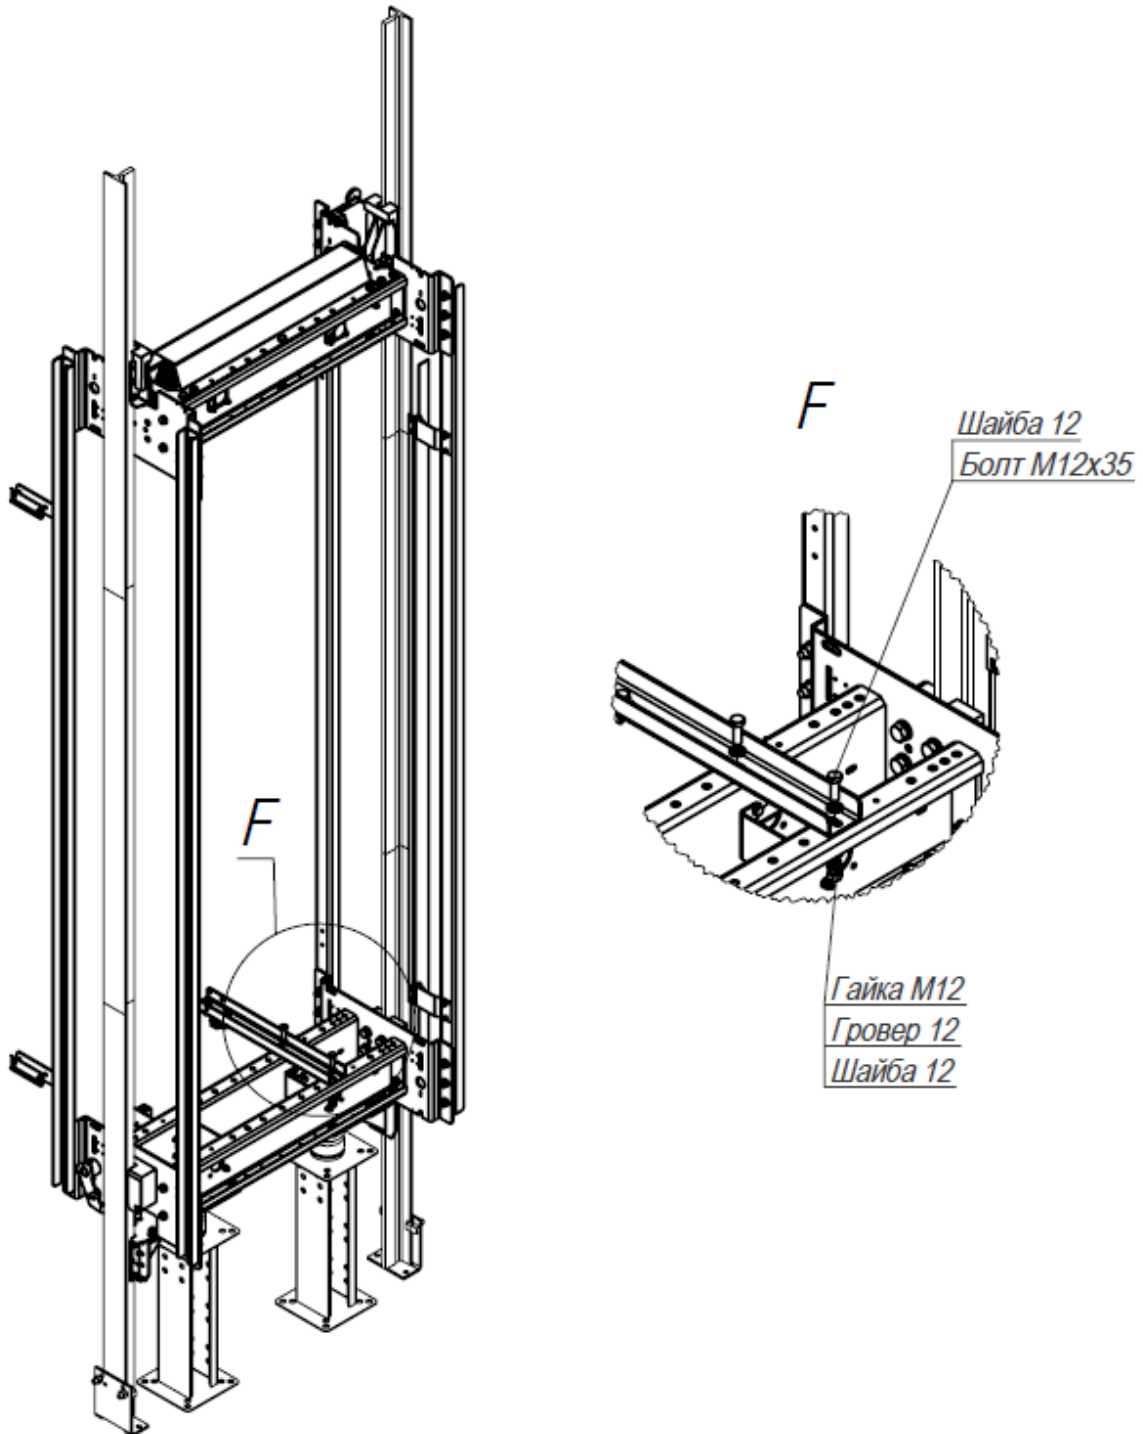

Рис.20
7.1.4 Установить крепление компенсационной цепи (опционально) (рис. 20).